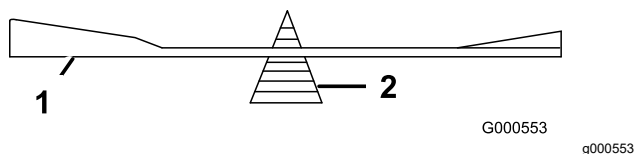

Рисунок 71
- Проверьте балансировку ножа с помощью балансировочного устройства для ножей (Рисунок 71).